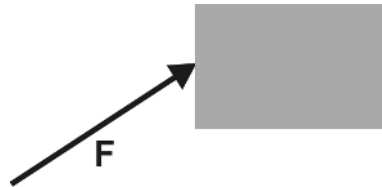

Abbildung 1.1: Eine Kraft \mathbf{F} wirkt auf einen Körper
- ✓ *Zeichnerisch*: Die Kraft \mathbf{F} wird durch einen Pfeil dargestellt (Abbildung 1.1). Seine Richtung gibt die Richtung der Kraft an, seine Länge symbolisiert die Größe der Kraft.